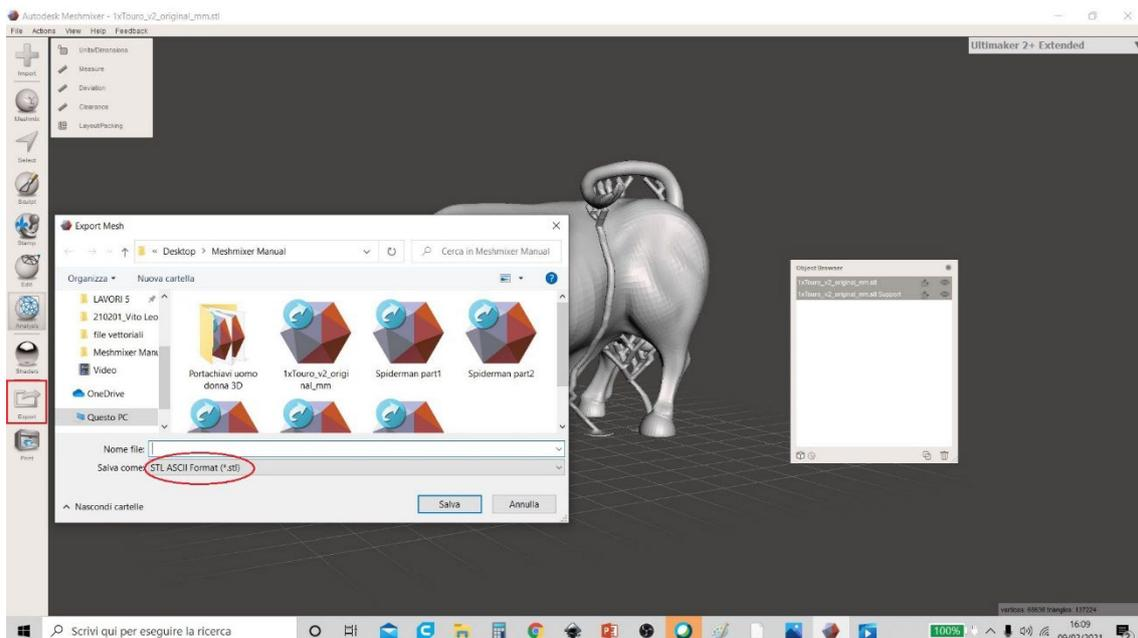

Figura 36 Meshmixer
11. Per salvare entrambi i modelli, selezionarli insieme (come mostrato nella Figura 36 Meshmixer) e fare clic sul menu "Esporta". Per impostazione predefinita, l'estensione utilizzata da Meshmixer è ". STL ". Rinominare il modello appena creato e cliccare su "Salva".